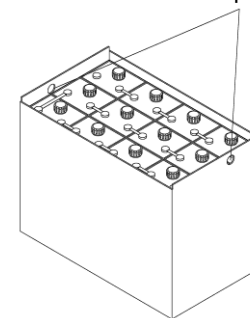

Рис. 2-42
(4) Места захвата для подъема аккумулятора показаны на Рис. 2-42